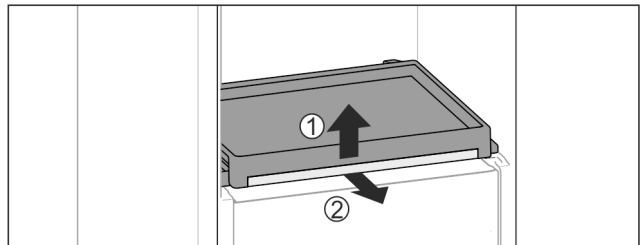

Fig. 49
- ▶ Rimuovere il ripiano estraibile con ripiano di vetro: sollevare leggermente in avanti il ripiano di vetro Fig. 49 (1) e tirarlo in avanti Fig. 49 (2).